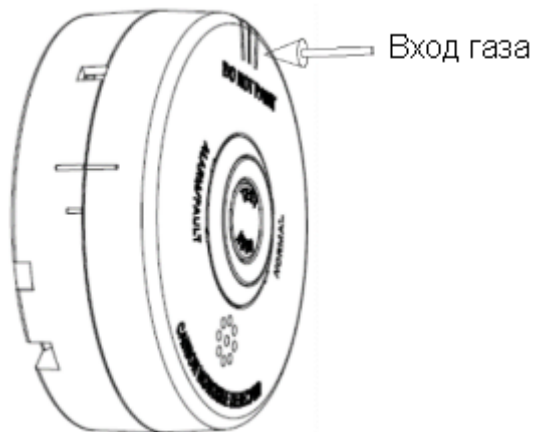

Рисунок 2.2.6.1
3. Распыляйте газ CO с концентрацией ≥ 85 ppm на извещатель во впускное отверстие для газа, как показано на рис. 2.2.6.1, до тех пор, пока извещатель не подаст сигнал тревоги.